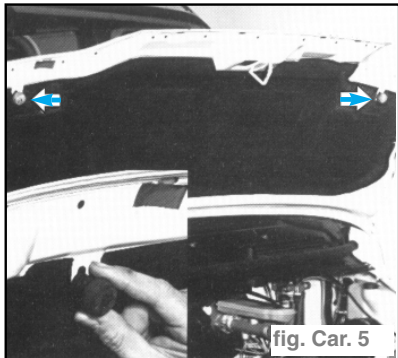

fig. Car. 5
- En opérant comme illustré, régler la position verticale du capot en tournant convenablement les tasseaux en caoutchouc situés aux extrémités. (fig. Car. 5)